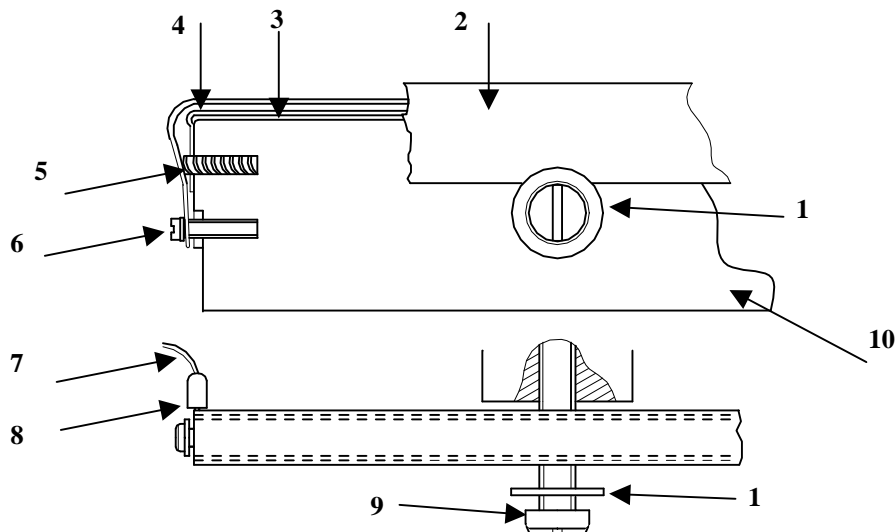
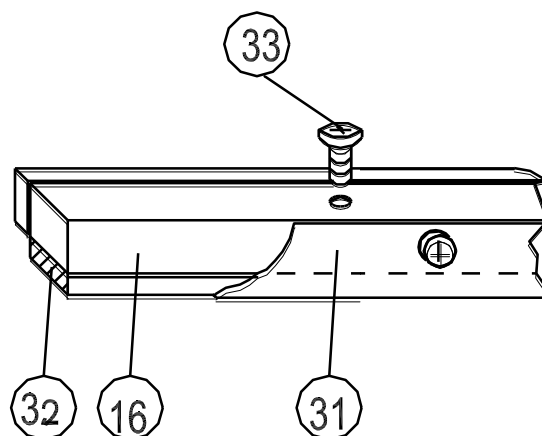
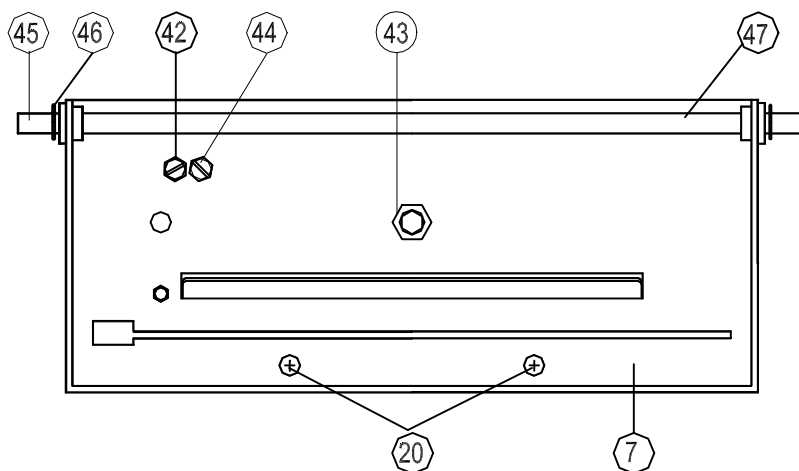

fig. 8
fig. 9
fig. 12
La tela protettiva (n°2 fig. 8) può essere danneggiata per normale usura, per tempi di saldatura impostati eccessivi o per l'introduzione accidentale di strumenti tra le barre.
Per operare più comodamente, staccare i due cavi di alimentazione (n°7 fig. 8) alle estremità della barra.
La resistenza (n°4 fig. 8) può essere deformat a o interrotta per l'involontaria introduzione di ferri chirurgici o altri corpi rigidi tra le barre.
- a) Svitare e togliere le due viti (n°6 fig. 8)
- b) Togliere la resistenza danneggiata avendo cura di non perdere le due prese lamellari (n°8 fig. 8) e le due molle di compensazione (n°5 fig. 8)
- c) Controllare lo stato del nastro sottoresistenza (n°3 fig. 8). Se danneggiato, sostituirlo.
la resistenza deve essere mantenuta ben tesa durante il suo bloccaggio mediante le viti (n°6 fig. 8)
La tela protettiva (n°31 fig. 9) e la gomma (n°3 2 fig. 9) della barra mobile superiore (n°16 fig. 8 o n°7 fig. 1) possono usurarsi o danneggiarsi.
- Togliere la barra mobile superiore (n°16 fig. 9) dopo aver svitato le due viti (n°20 fig. 12)
- Rimontare procedendo in senso inverso, avendo cura che la barra mobile superiore sia perfettamente parallela ed allineata con la barra saldante inferiore, prima di serrare le viti (n°20 fig. 12)